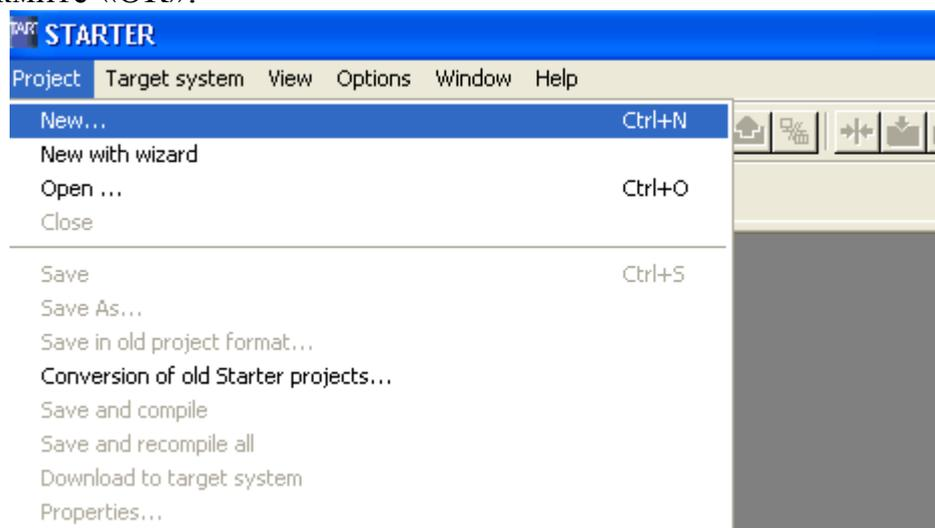

Рисунок 3.1 – Создание нового проекта
- 2) Создайте новый проект в режиме «OFFLINE» (рисунок 3.1), для этого в меню «Project» выберите пункт «New», введите имя проекта и нажмите «ОК».